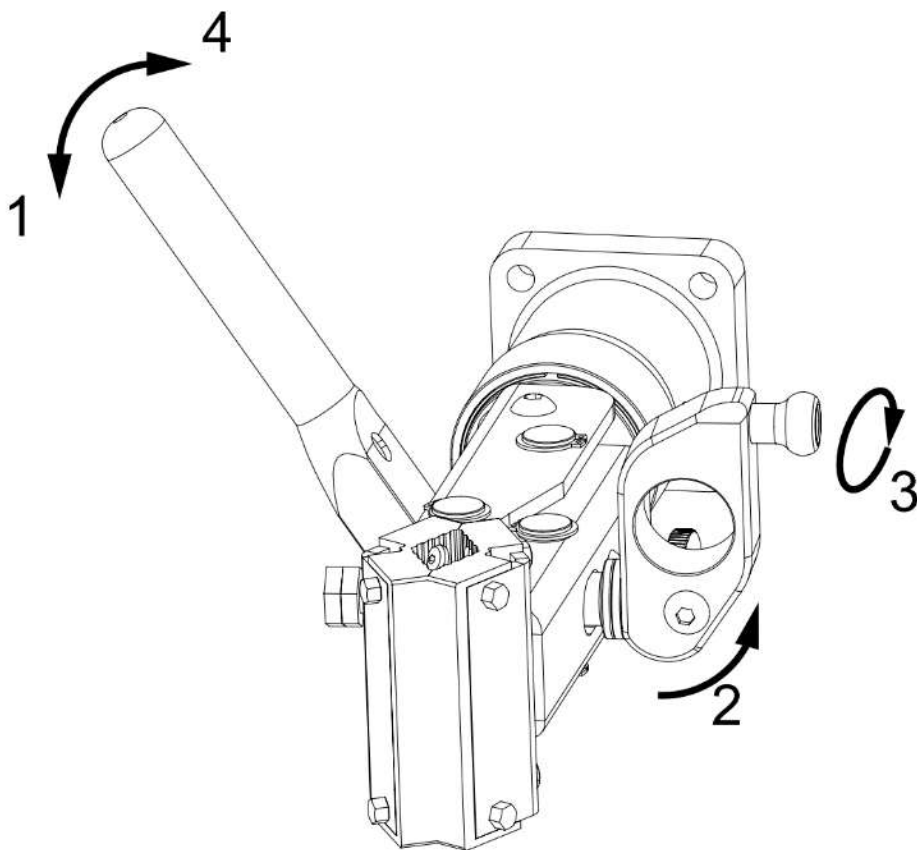

Figura 11: Funzionamento del morsetto
- ◆ Rilasciare la manopola di rotazione (figura 11, numero 1) in modo che il morsetto possa adattarsi all'angolo del tubo sella/telaio della bicicletta.
- ◆ Chiudere il morsetto ruotando la manopola di 180° (2) e stringerlo ruotando la manopola in senso orario (3).
- ◆ Chiudere la manopola di rotazione (4). Dovrebbe essere sufficientemente stretta da impedire alla bicicletta di ruotare sotto il proprio peso, ma abbastanza leggera da poterla aprire e chiudere facilmente con una sola mano. Un serraggio eccessivo potrebbe danneggiare il meccanismo.